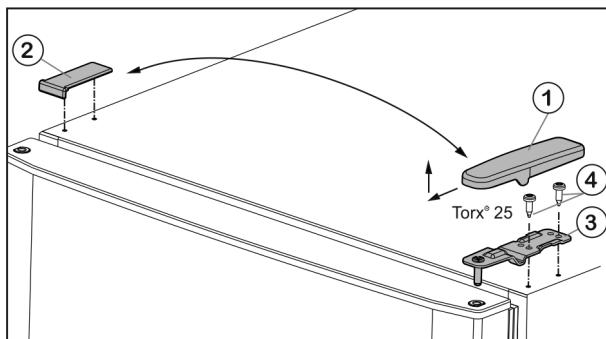

Fig. 5
- Rimuovere la copertura Fig. 5 (1) tirandola in avanti e in alto.
► Sollevare la copertura Fig. 5 (2).
- Svitare il cuscinetto di supporto superiore Fig. 5 (3)(2 giri con chiave Torx® 25) Fig. 5 (4) e sfilarlo verso l'alto.
- ▶ Inserire il cuscinetto di supporto superiore Fig. 5 (3) nella porta, sul lato della nuova cerniera.
- ▶ Avvitare il cuscinetto di supporto superiore **saldamente** (**con una coppia di 4 Nm**) (2 giri con chiave Torx® 25) Fig. 5 (4). Eventualmente utilizzare un avvitatore a batteria.
- ▶ Applicare e innestare dall'esterno la copertura Fig. 5 (1) sul lato opposto.
- ▶ Applicare e innestare dall'alto la copertura Fig. 5 (2) sul lato opposto.